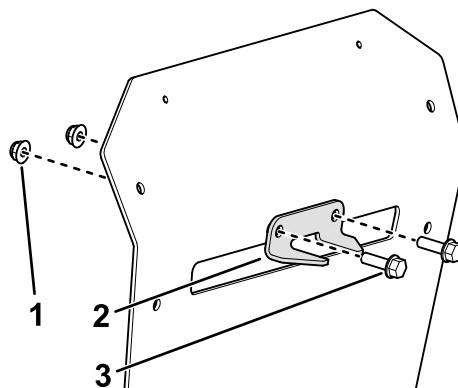

Figura 13
2. Instale o suporte estabilizador no resguardo traseiro utilizando 2 parafusos de carroçaria (5/16 x 1 pol.) e 2 porcas de bloqueio (5/16 pol.) como se mostra na Figura 13.